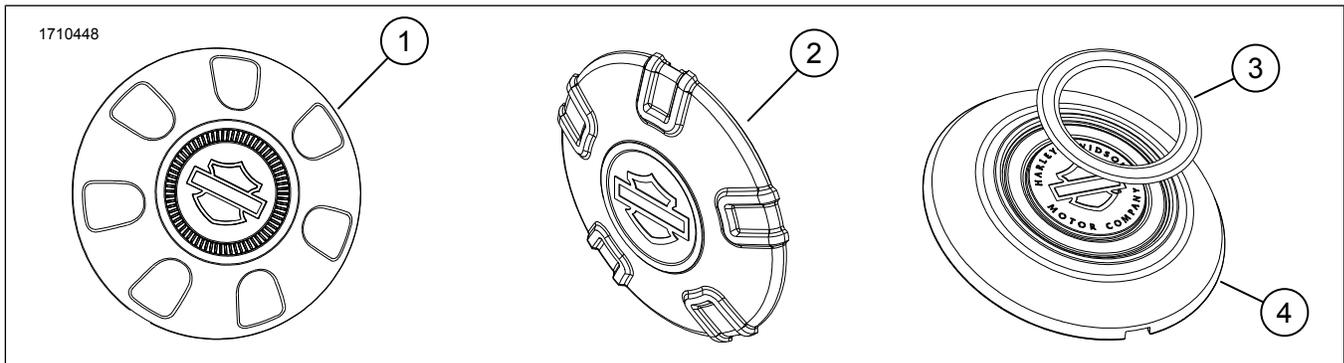

Figure 1. Contenu du kit : Kit couvercle central de roue
1. Voir la figure 1. Retirer le film du dos adhésif de l'anneau du cache moyeu (3).
2. Installer l'anneau du cache moyeu (3) sur le cache moyeu (4).